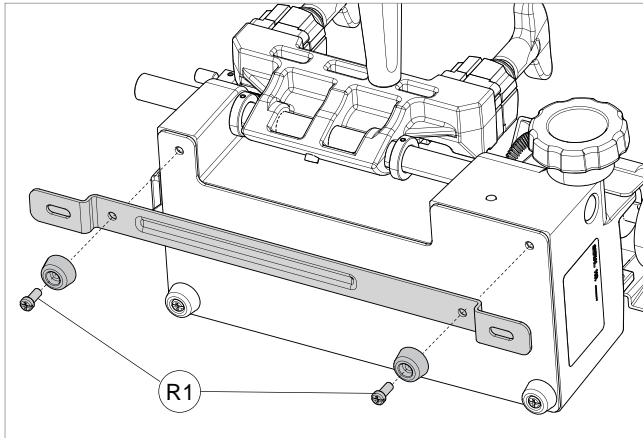

Fig. 11
- 2) Retirar los 2 tornillos delanteros (R1) y los pies relativos (Fig. 11).